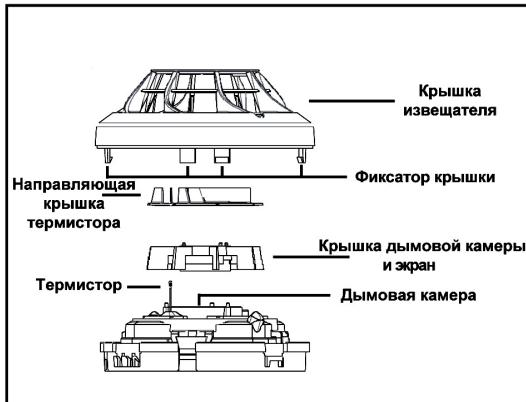

Рис.2: Обслуживание извещателя
2. Снимите крышку извещателя, для чего аккуратно освободите каждый из четырех фиксаторов, которыедерживают крышку на своем месте (рис. 2).